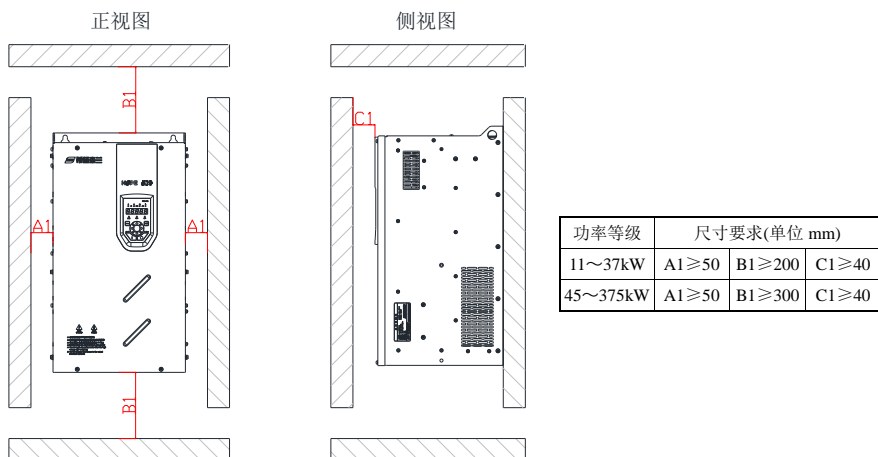

图 3-2 单台机器(Hope510PM11T4~Hope510PM375T4)安装间隔
- 安装空间要求如图 3-2 所示,需保证变频器有足够的散热空间,预留空间时请考虑柜内其它器件的散热情况;